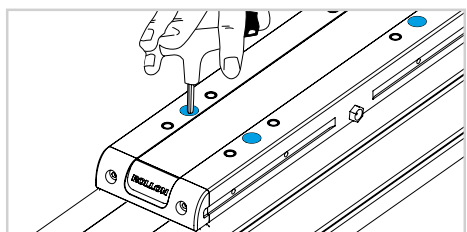

図 6
- 6) キャリッジの内側を固定しているネジを緩めて、取り外します (図 6)。